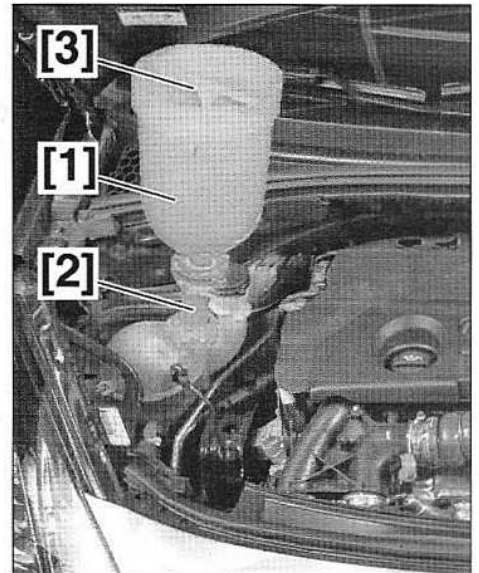

FIG.20
- Reposer le bouchon de vidange (9).
- Mettre en place une agrafe (8) neuve.
- Rebrancher la durite inférieure (7).
- Mettre en place les outils [1] et [2] sur l'orifice de remplissage du vase d'expansion (Fig.20).
- Reposer le résonateur d'air (3) avec le conduit d'air (4).
- Si le remplissage a été fait par dépression, mettre en place les outils [1] et [2] sur l'orifice de remplissage du vase d'expansion (Fig.20).